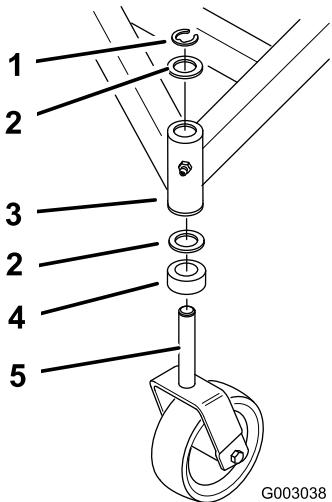

Figura 52
4. Si es necesario realizar un ajuste, cambie la posición del mismo número de arandelas de empuje en la horquilla de cada rueda giratoria. Mueva las arandelas de empuje desde la parte superior del tubo de montaje del bastidor hasta la parte inferior del mismo para elevar parte delantera del cortacésped. Mueva las arandelas de empuje desde la parte inferior del tubo de montaje del bastidor hasta la parte superior del mismo para bajar parte delantera del cortacésped (Figura 52).
giratoria. Mueva la(s) arandela(s) de empuje desde la parte superior del tubo de montaje del bastidor hasta la parte inferior del mismo para elevar el lado correspondiente del cortacésped. Mueva la(s) arandela(s) de empuje desde la parte inferior del tubo de montaje del bastidor hasta la parte superior del mismo para bajar el lado correspondiente del cortacésped (Figura 52).